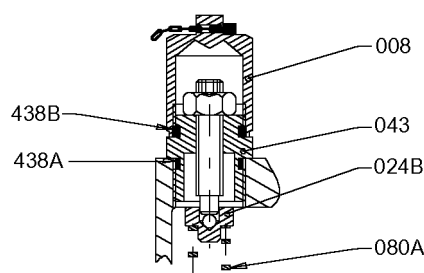

Fig.26 Justerbar övertrycksventil
3.7.3.2 Justerbar övertrycksventil (Fig.26)